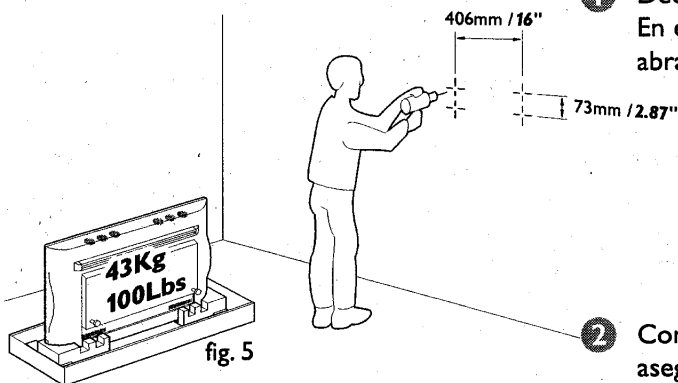

fig. 5
En esa zona, colocar los dos tacos de 16" que deben sujetar la abrazader. (Fig. 5 y 6)
- 3 Quite la abrazadera de pared, y utilizando una broca de albañilería de 5/8", perforar los agujeros. (fig. 5)